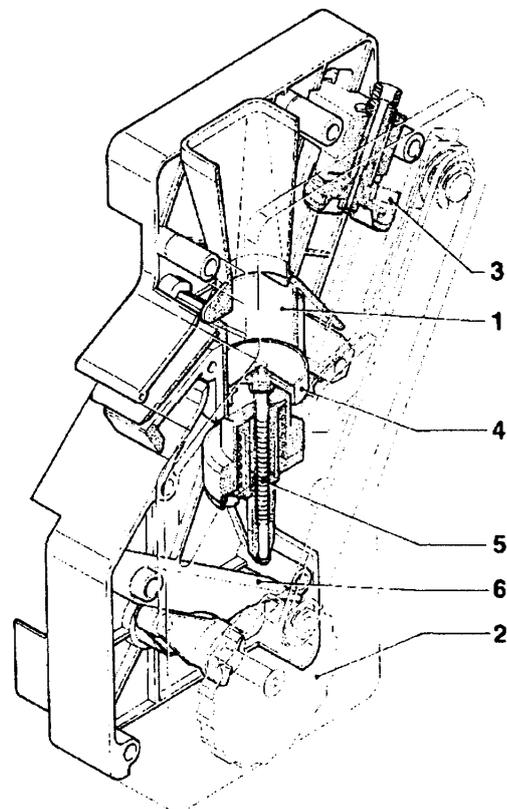

Рис. 12
Кофе попадает в вертикальный отсек заварки (1) (см. Рис. 12).